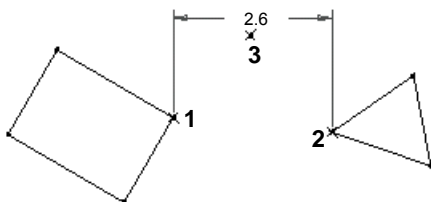

图 4.9.4 两点间距离的标注
Step2. 分别单击位置 1 和位置 2 以选择两点，中键单击位置 3 以放置尺寸（图 4.9.4）。